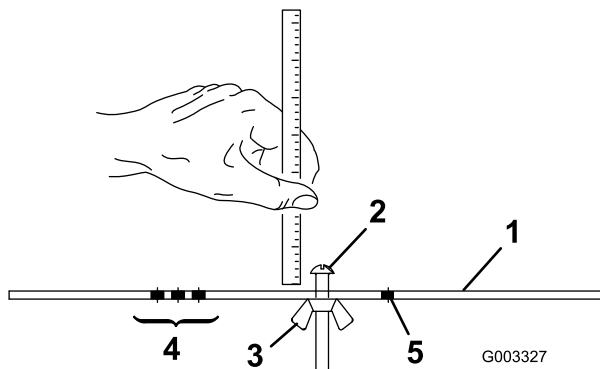

Bild 22
2. Lösen Sie die Mutter an der Messlehre (Bild 22) und stellen Sie die Einstellschraube auf die gewünschte Schnitthöhe ein. Der Abstand zwischen dem unteren Ende des Schraubenkopfs und der Stirnseite der Messlehre ist die Schnitthöhe.